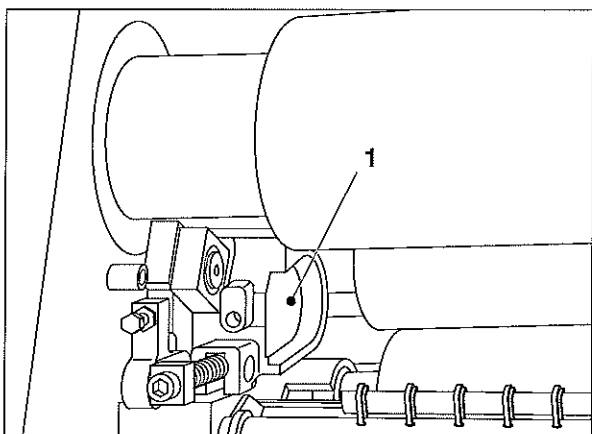

図 37 インキ呼び出しローラのジャーナルボックス
2. インキ呼び出しローラをジャーナルボックス（図 37/1）に入れます。